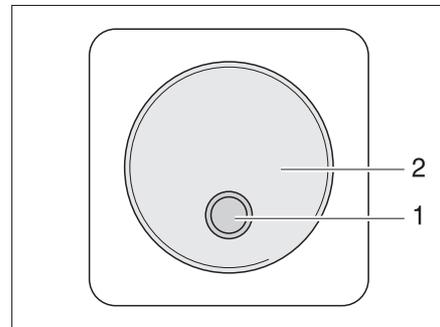

Bild 177 Externer Schalter
- II "Remo." = Gerät kann am externen Schalter (Bild 177,1) ein- und ausgeschaltet werden.
Der externe Schalter für den Wechselrichter (Bild 177) befindet sich im Innenraum des Fahrzeugs, beispielsweise im Eingangsbereich. Der Schalter ist mit der Beschriftung "Wechselrichter" gekennzeichnet. Die LED (Bild 177,1) zeigt den Betriebszustand des Wechselrichters an.